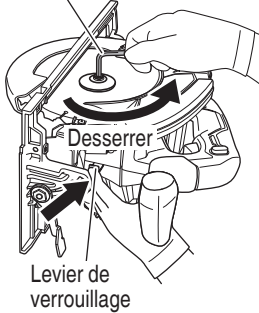

Fig. 13
- (1) Régler le volume de coupe au maximum, et placer la scie circulaire comme indiqué à la Fig. 13.